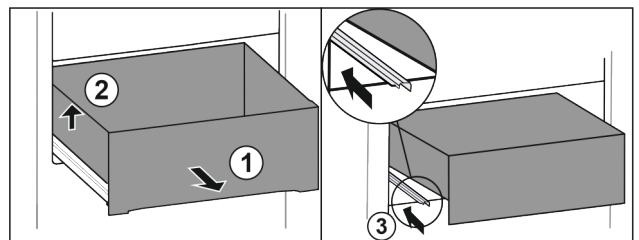

Fig. 68
- ▶ Витягніть висувний ящик до упору. Fig. 68 (1)
- ▶ Підняти висувний ящик ліворуч. Fig. 68 (2)
- ▶ Вставити ліву рейку. Fig. 68 (3)